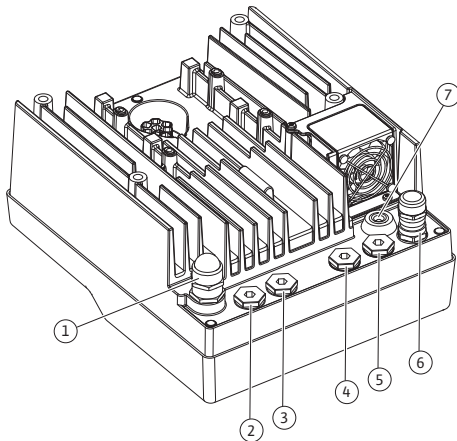
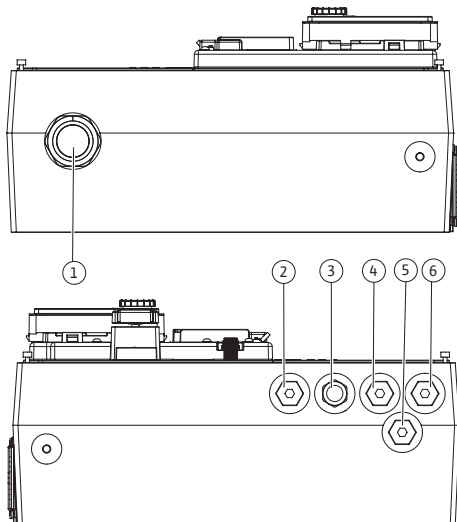

Fig. 21: Kabelverschraubungen/Kabeldurchführungen (0,37 kW ... 7,5 kW)
Fig. 22: Kabelverschraubungen/Kabeldurchführungen (11 kW ... 22 kW)
Am Elektronikmodul (Fig. 21) befinden sich sechs Kabeldurchführungen zum Klemmenraum. Das Kabel zur Spannungsversorgung des elektrischen Lüfters am Elektronikmodul ist werkseitig montiert.
Am Elektronikmodul (Fig. 22) befinden sich auf der einen Seite fünf Kabeldurchführungen zum Klemmenraum. Auf der anderen Seite befindet sich die Kabeldurchführung für die Spannungsversorgung.
Kabelverschraubungen inklusive Dichtungen für die Kabeldurchführungen 2 ... 5 (Fig. 21 und Fig. 22) liegen dem Produkt als Set bei.
4. Anschlusskabel durch die Kabelverschraubung M25 (Fig. 21, Pos. 1, bei 0,37 kW ... 7,5 kW) führen.
Anschlusskabel durch die Kabelverschraubung M40 (Fig. 22, Pos. 4, bei 11 kW ... 22 kW) führen.